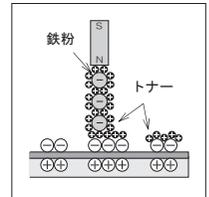

図3
- (3)現像：鉄粉とトナーを混ぜた磁気ブラシで感光体をなぞると、文字や絵が浮かびあがります（図3）。